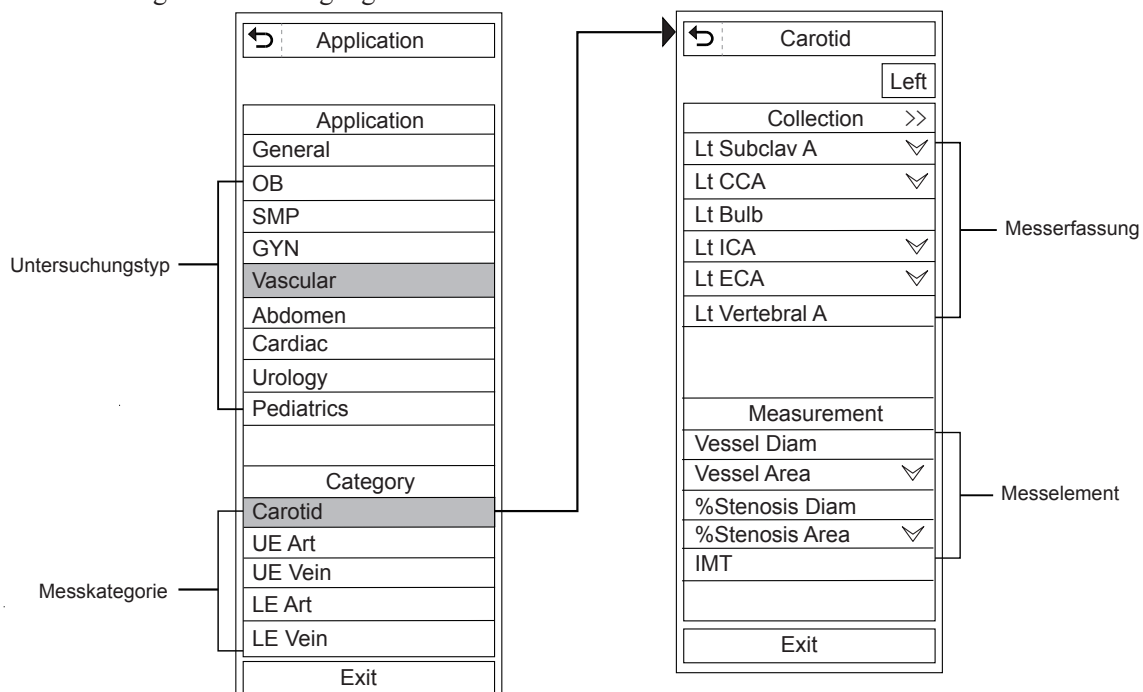

Abbildung 1-2 Messungsmenü
- Die Taste **Calc** (Berechnen) auf dem Bedienfeld drücken, um das anwendungsspezifische Messungsmenü auf der linken Seite des Bildschirms anzuzeigen. Das Menü zur Gefäßmessung (wie in Abbildung 1-2 dargestellt) dient in der folgenden Beschreibung als Beispiel.